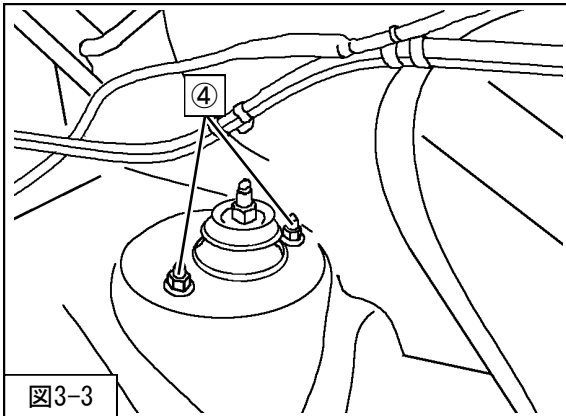

図3-3
4. ④リアサスペンションASSYアッパー取付ナットを取外してください。(図3-3)